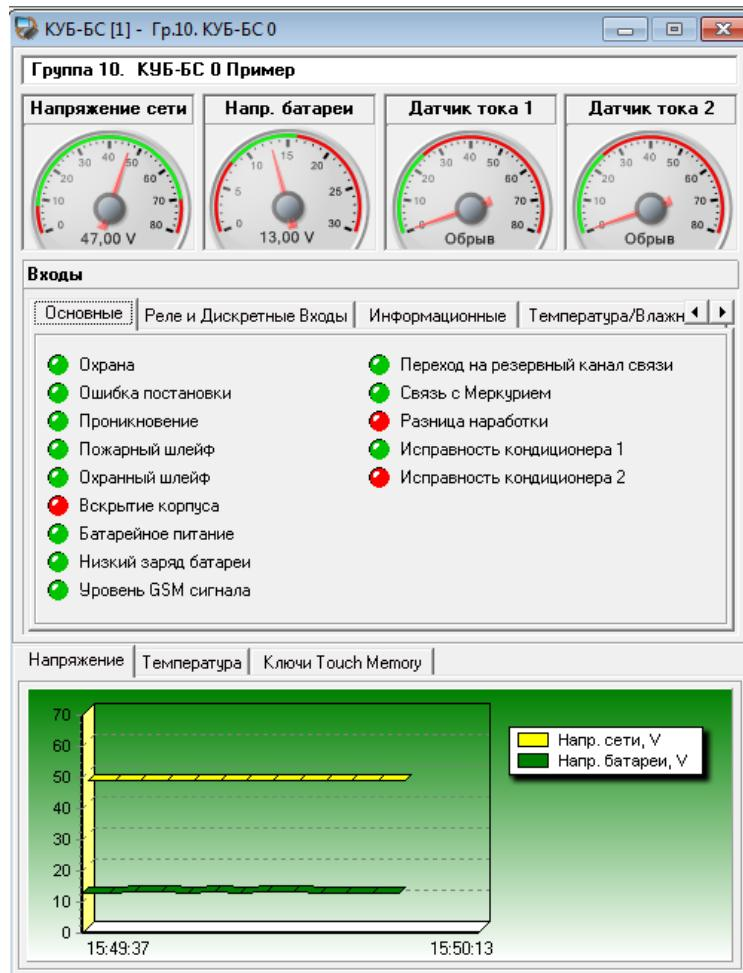

Рис. 11 Окно КУБ-БС в программе «Опрос» с настройками по умолчанию
- Выбрать проверяемый КУБ-БС (меню «Работа» — «Новое окно БИК/внешнего устройства БИК...») — В появившемся окне «БИК», выбрать группу ОУ (запомненную при работе с программой «Настройка»), в группе выбрать нужный прибор). Появится окно просмотра состояния устройства (См. рис. 11).